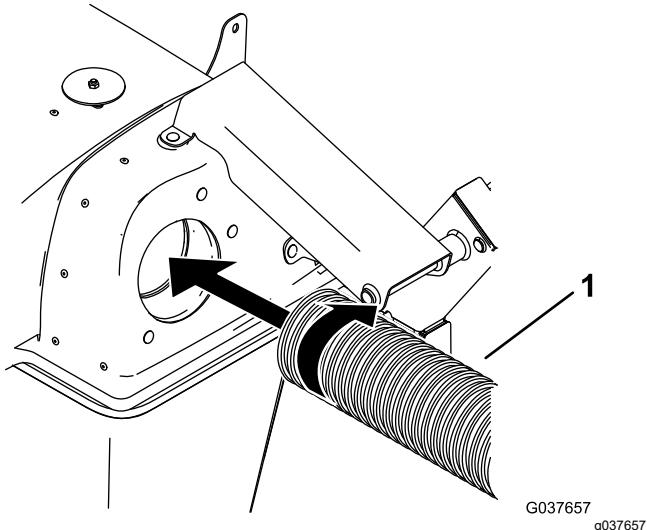

Figura 19
1. Avvitate un'estremità del flessibile nel cofano per 2 o 3 giri (Figura 19).